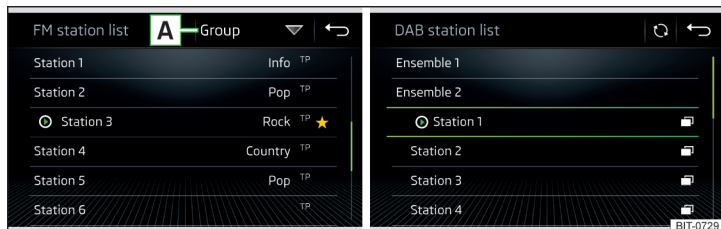

Fig. 179 Ejemplo de la lista de emisoras FM/DAB disponibles:
- ▶ Para **clasificar** (FM) las emisoras en la secuencia alfabética, según grupo o género, pulsar la superficie funcional » fig. 179 » .
- ▶ Para la **filtración** de la emisora según el tipo de programa (p.ej. cultura, música, deporte, etc.), pulsar en la lista de emisoras FM (con la función RDS encendida) y en la lista de emisoras DAB (en la clasificación alfabética seleccionada de la lista de emisoras) la superficie funcional » fig. 179.
- ▶ Para la actualización **manual**, pulsar la superficie funcional » fig. 179.